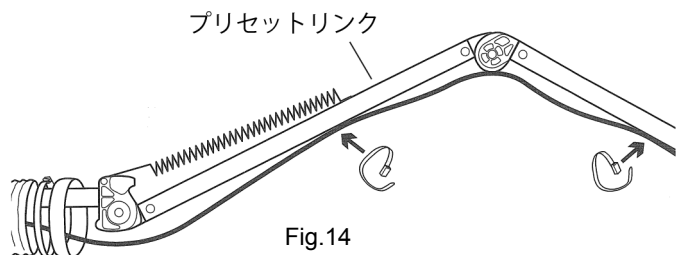

Fig.14
9) プリセットリンクに付属の結束バンドで、ケーブルを固定してください。(Fig.14)